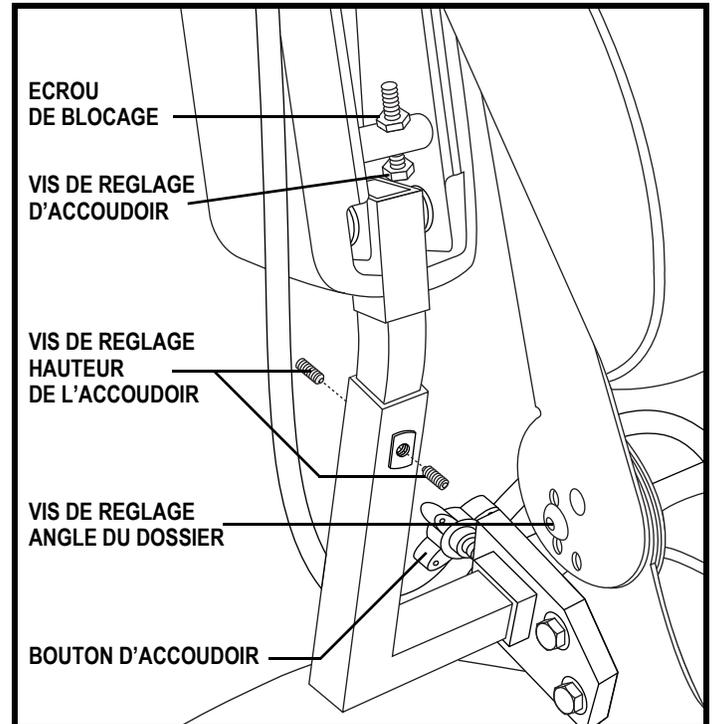

Figure 17. Réglages accoudoirs et dossier
1. Retirez la vis de réglage de l'inclinaison du dossier de chaque charnière. **Voir la figure 17.**
1. Repérez les deux boutons de réglage sur le support des accoudoirs. **Voir la figure 17.**
1. Relevez l'accoudoir perpendiculaire au plancher. **Voir la figure 17.**
1. Desserrez les vis de blocage sur les dos de chaque support d'accoudoir. **Voir la figure 17.**